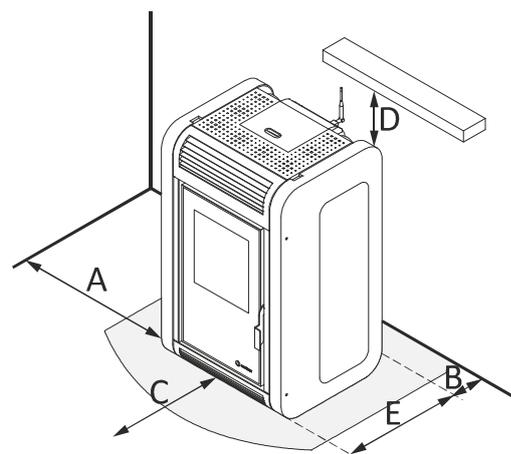

Figura 5
- 4.20.** Compruebe los espacios entre la estufa, el combustible y cualquier tipo de material inflamable, ver *figura 5* y *6*.